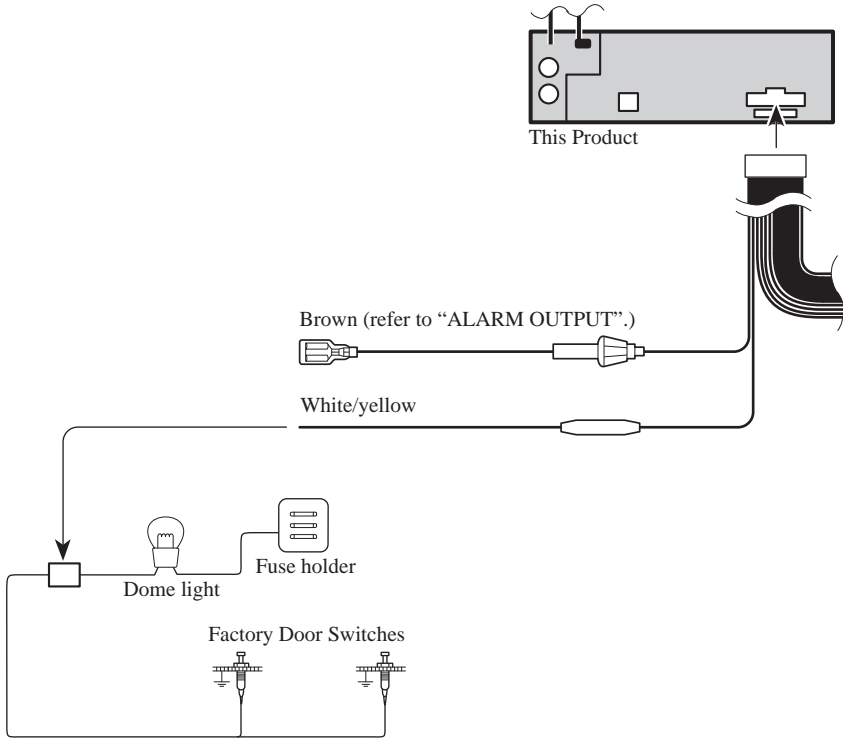

Fig. 3
- White/yellow (DOOR SWITCH) ..... (Fig. 3 & 4)**